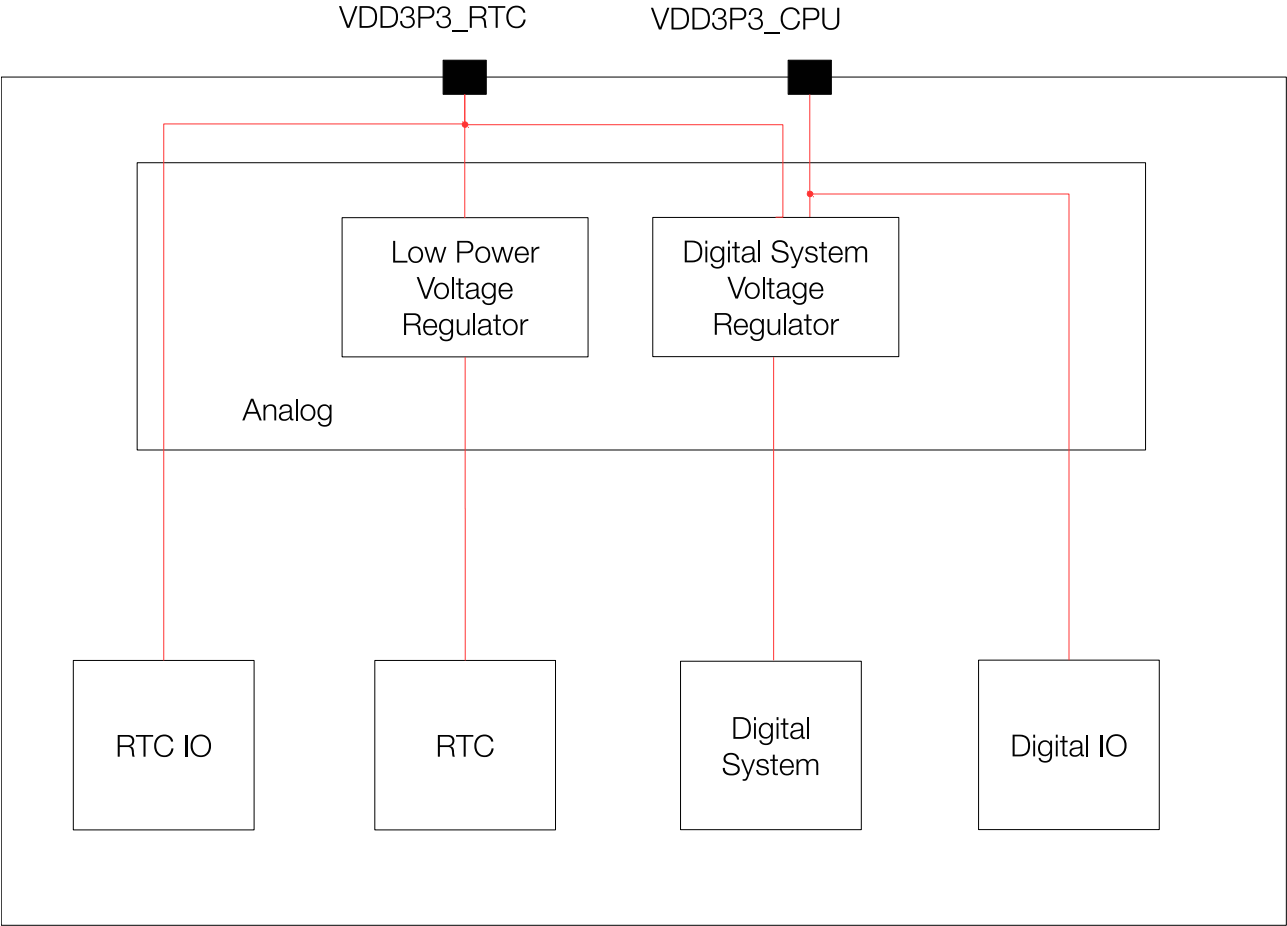

图 4: ESP8684 系列数字电源管理
- ³ RTC IO 管脚即由 VDD3P3_RTC 供电的管脚，如图 4 ESP8684 系列数字电源管理 所示，也可参考表 2 管脚概述 > 供电管脚一栏。
ESP8684 系列的数字电源管理如图 4 所示：